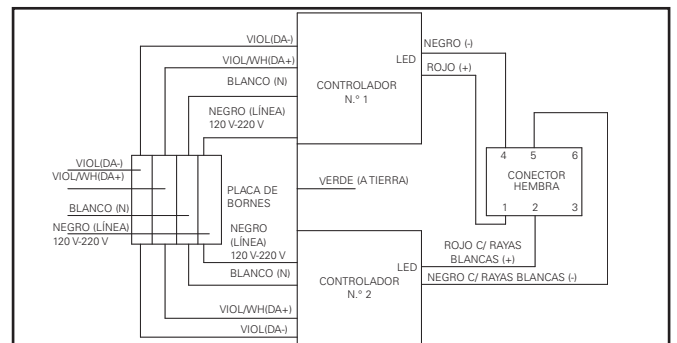

**Figura 10.**
1. Brinde el servicio eléctrico a la unidad del alojamiento cilíndrico de acuerdo al "Código Eléctrico Nacional" o a su código eléctrico local. El aislamiento de los cables de alimentación debe ser apto para al menos 90 °C (Figura 10).